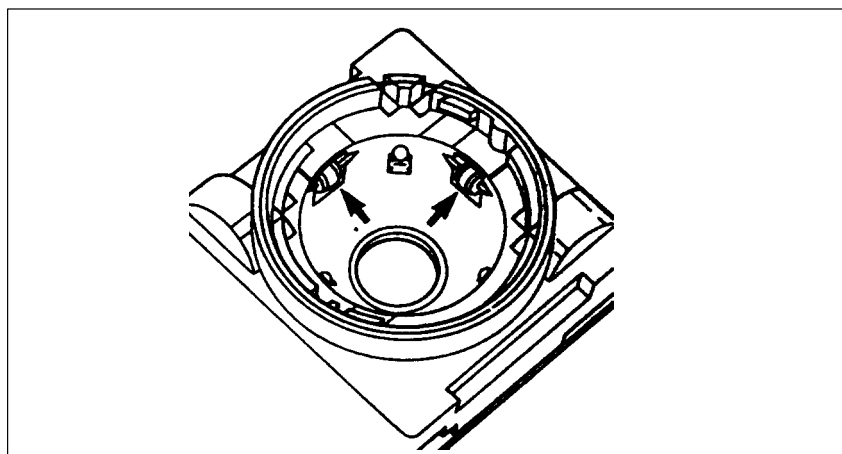

Bild 2-16 Reinigung der Laufrollen
6. Reinigen Sie die Laufrollen (Bild 2-16)